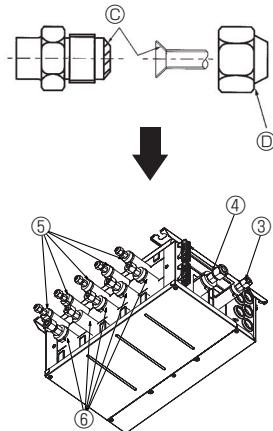

Fig. 7-2
- Ⓐ Aplique aceite de refrigeración a la totalidad de la superficie abocardada (Fig. 7-2).